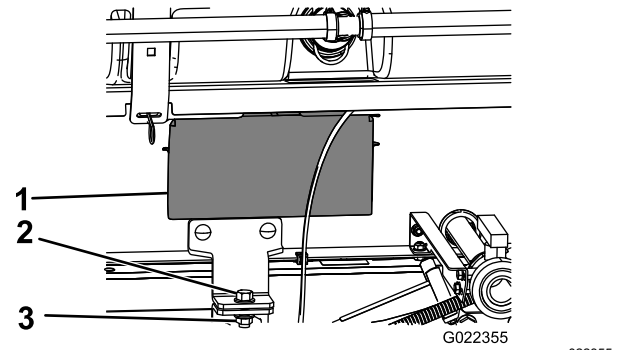

Figura 36
5. Retire los paneles de acceso a ambos lados del bastidor del patín (Figura 36).
8. Sujete el soporte de sujeción del conjunto del patín al soporte de la plataforma del bastidor en cada lado de la máquina con un perno (1/2" x 1 1/2") y una contratuerca (1/2") como se muestra en Figura 36.